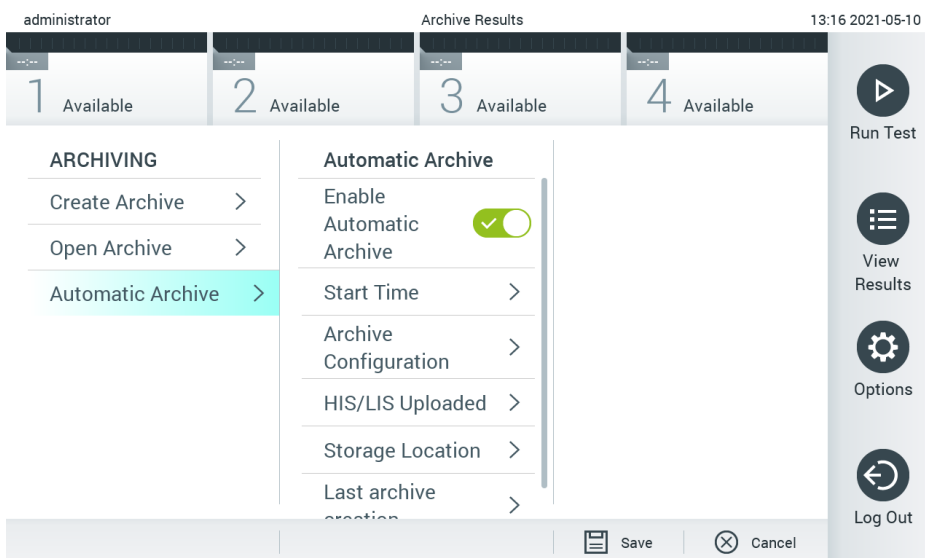

图 58. Automatic archive (自动归档) 选项。
2. 按下 **Automatic Archive** (自动归档) 并启用该功能 (图 58)。